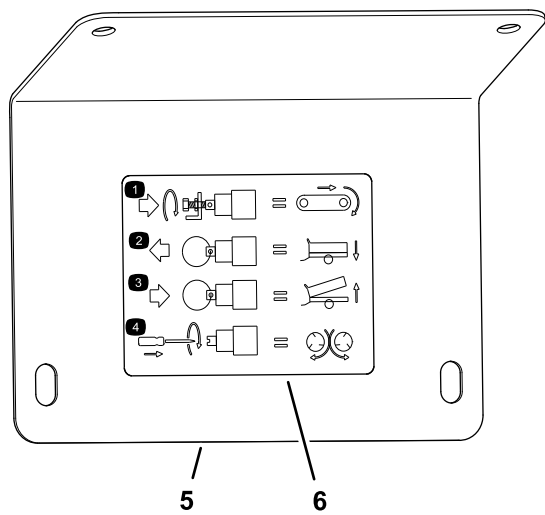

Figura 30
**Nota:** Consulte la pegatina situada en la chapa de cierre (Figura 30).